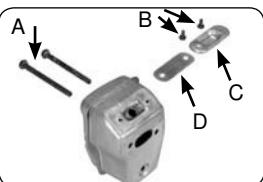

Рис. 17B
- Снимите оба винта, закрепляющие крышку (C) (Рис. 17B).
- Выбросьте использованный искровой разрядник (D) и замените его новым.